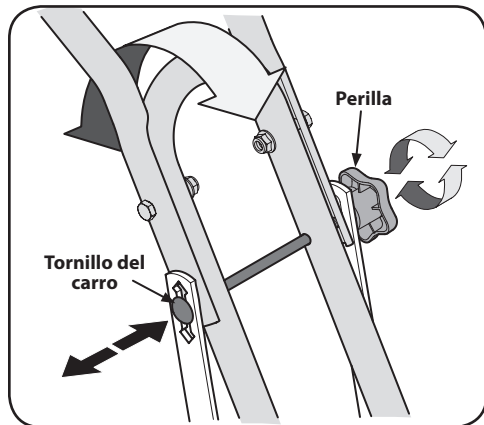

Figura 2-4
- Hay tres orificios de ajuste de la altura en las dos ménsulas de soporte del manillar. Use un ajuste que posicione los manillares aproximadamente al nivel de la cintura cuando los dientes se encuentran a 3"-4" dentro del suelo. Para ajustar la altura de los manillares, afloje la perilla del mango, extraiga el tornillo del carro, ajuste en el modo deseado, empuje el tornillo del carro hasta que la porción cuadrada del tornillo se fije en su lugar y vuelva a apretar la perilla. Vea la Figura 2-4.